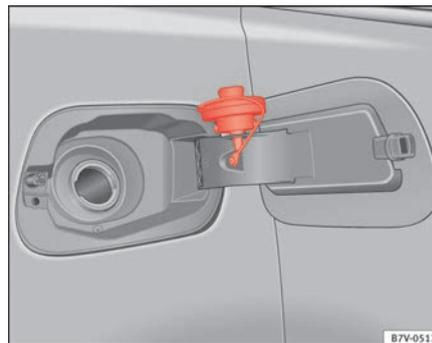

Abb. 170 Geöffnete Tankklappe mit eingehängtem Tankverschluss. ▶
- Tankverschluss links herum herausdrehen und in die vorgesehene Öffnung am Scharnier der Tankklappe stecken ⇒ Seite 304, Abb. 170.